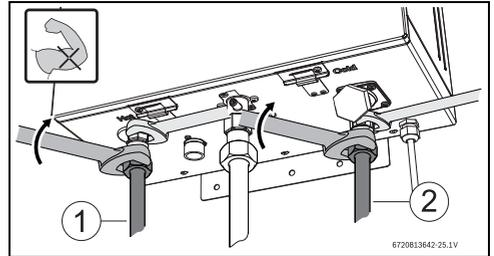

Fig. 13
- Serrer tous les raccords d'eau avec le support d'une clé plate, voir fig. 13.